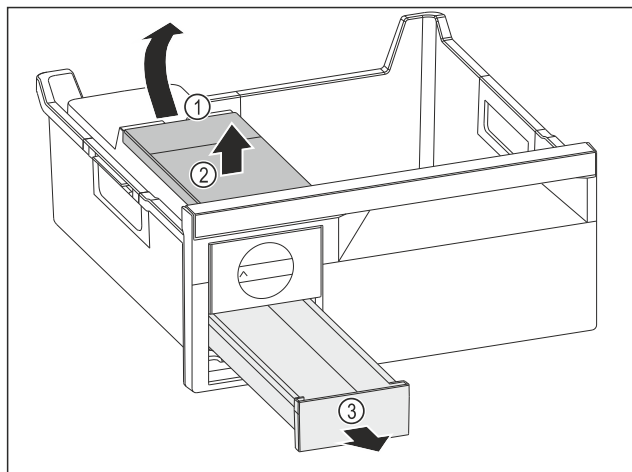

Fig. 143
- Wyjmowanie zbiornika wody: Zbiornik wody unieść za wycięcia Fig. 143 (1).
- Wyjąć zbiornik wody Fig. 143 (2) do góry.
- Wyjąć szufladę na kostki lodu Fig. 143 (3) do przodu.